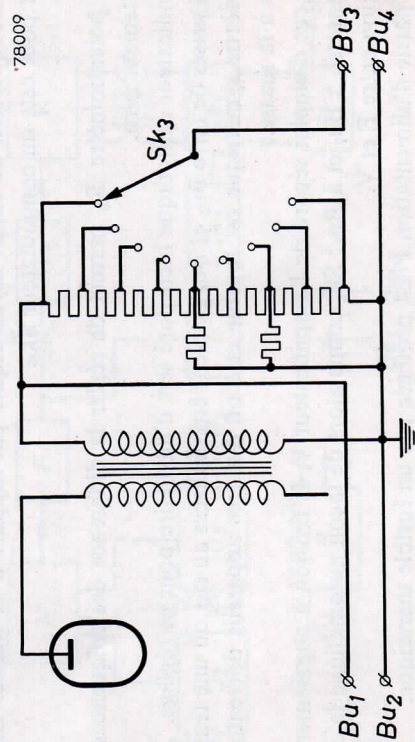
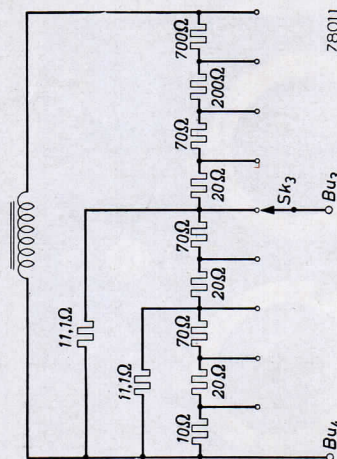

Fig. 2
Fig. 7
3. Position "ASYM.": La tension anodique de l'indicateur cathodique est mise hors circuit (ce qui permet de prolonger la durée de vie du tube). L'enroulement secondaire du transformateur de sortie est mis à la masse d'un côté; on prélève dans ce cas une tension asymétrique. Sk_1 se trouvant sur la position "I-II", le circuit de sortie est connecté selon la fig. 2.
On prélève la tension atténuée au moyen de Sk_3 , sur les bornes Bu_3 et Bu_4 . L'impédance de charge ne doit pas être trop faible. Voir la fig. 7. Si la tension de sortie doit être asymétrique par rapport à la masse, on met Sk_2 sur la position "ASYM.". Les bornes Bu_2 et Bu_4 sont maintenant mises à la masse (voir aussi la fig. 2). En faisant des montages de mesure à l'aide du GM 2308 on doit tenir compte d'une (très faible) tension alternative sur Bu_4 auprès des autres bornes mises à la masse. Si Sk_2 se